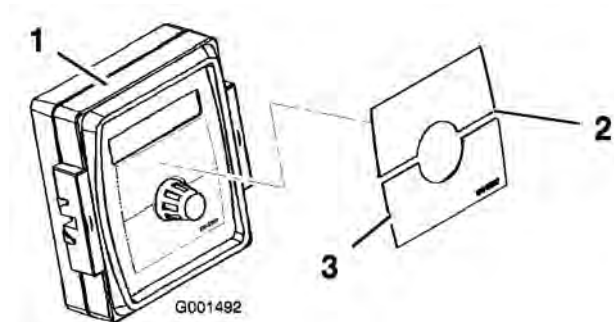

Bild 22
4. Bringen Sie das Spray Pro-Schild am Steuergerät an (Bild 22).